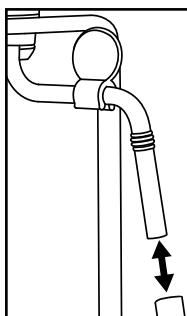

Figura 3
- 5) Sfilare l'involucro dello schiumatore per latte **10** (Figura 3) e pulirlo accuratamente in acqua calda.
- 7) Far scorrere nuovamente l'involucro sull'ugello (Figura 3).